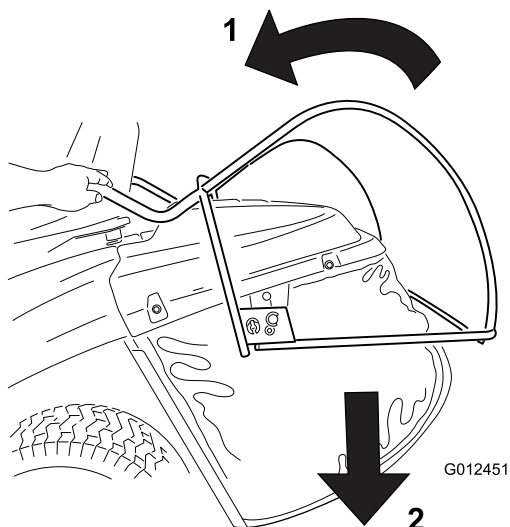

Figure 17
3. Tirez le levier de vidage du bac à herbe en avant pour incliner le bac (Figure 17).